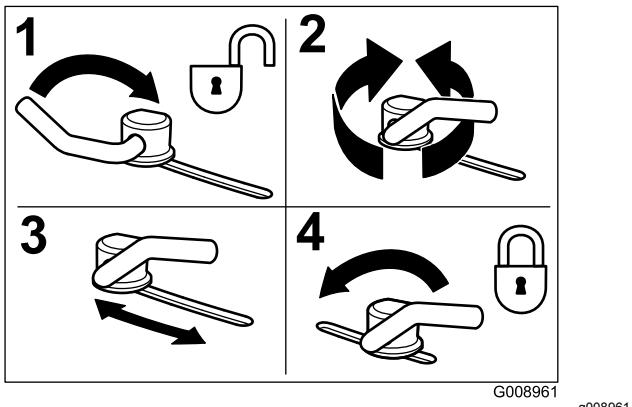

Bild 15
1. Wenn Sie die Haltenocken einstellen möchten, schieben Sie den Hebel nach oben, um die Haltenocke zu lösen (Bild 15).
3. Schieben Sie den Hebel zurück, um das Ablenkblech und die Haltenocken festzuziehen (Bild 15).